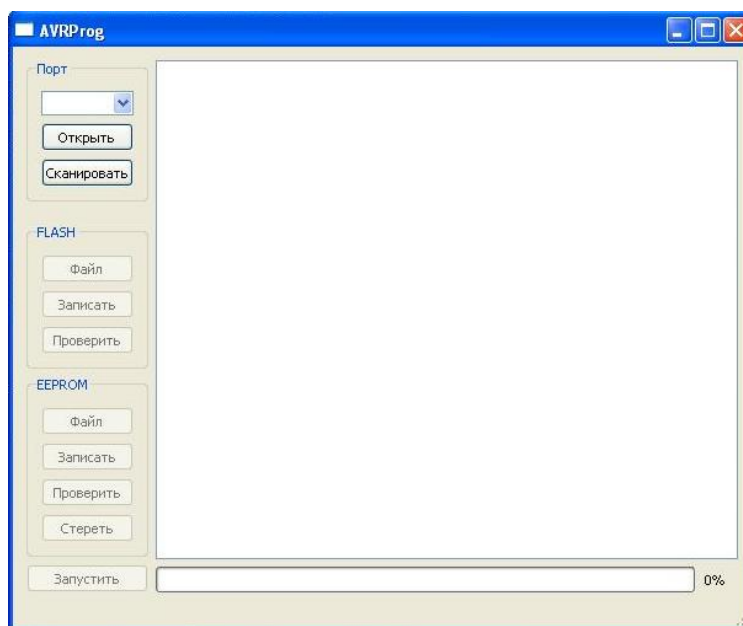

Рис.5.1
1. Запустите программу “mprog3.exe”. Откроется окно программы (рис.5.1).